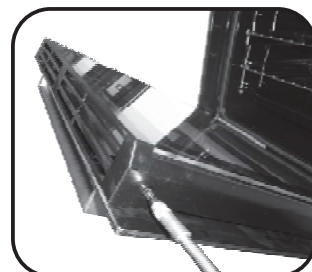

Figura 3
- Rimuovere le viti come nella Figura 3. (Figura 3)